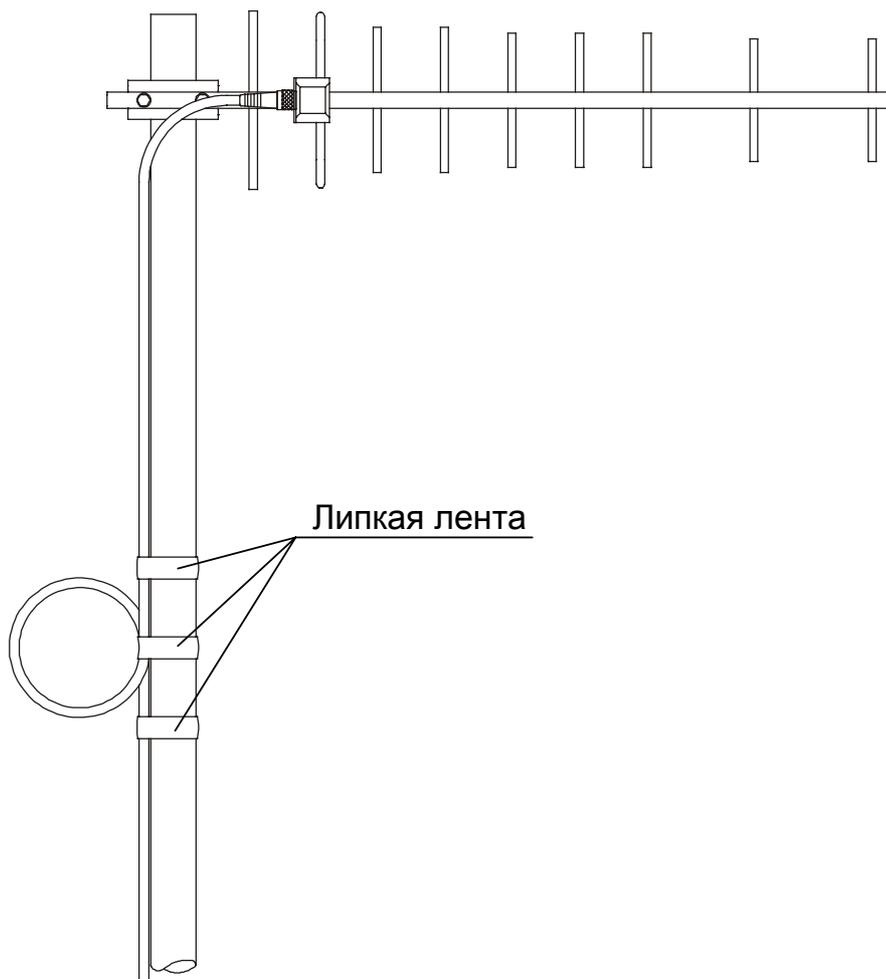

Рис. 5 Крепление кабеля антенны
5. Проложите кабель вдоль несущей балки антенны и мачты так, как показано на рис. 5, избегая при этом натяжения кабеля, а также его изломов.
6. На расстоянии 0,5—1м от места крепления антенны сделайте из кабеля снижения петлю диаметром 15—20см и надежно прикрепите ее липкой лентой к мачте (см. рис.5). Это защитит кабель от разрыва у основания разъема под действием собственного веса, а также упростит процедуру демонтажа антенны.